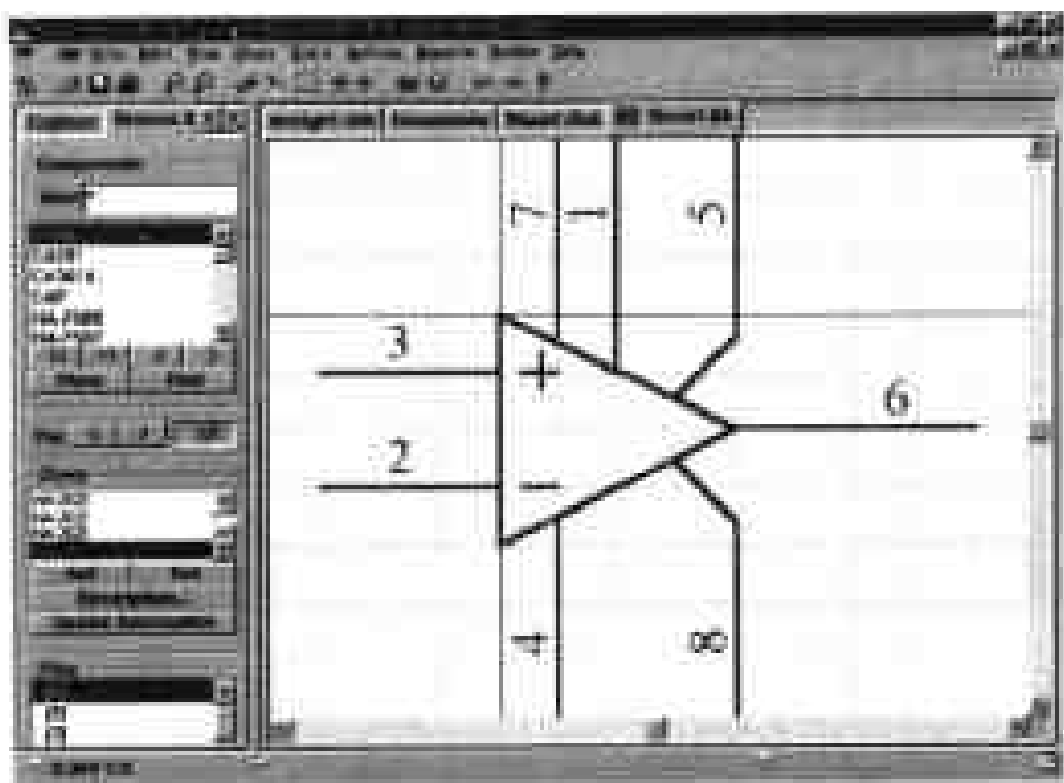

图 3-48 创建项目元件库后的界面
(1) 选择 File > Open, 在弹出的对话框中选择目标文件, 单击“打开”命令按钮, 打开文件。
(2) 选择 Design > Make Project Library, 系统自动在当前的设计数据库中对原理图项目文件建立相应的元件库, 生成后缀为 .lib 的元件库文件, 并切换至元件库编辑器界面, 如图 3-48 所示。